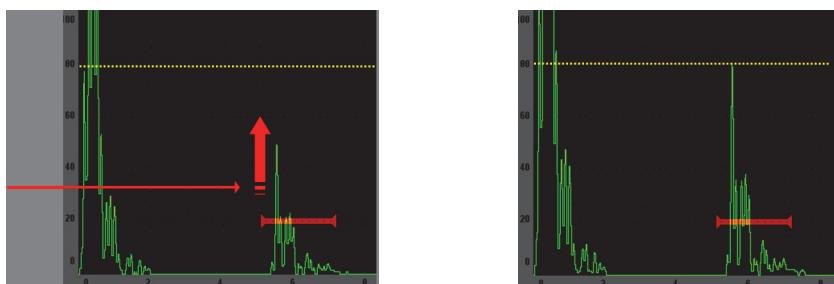

图 2-9 自动 XX% 功能
- 按下 [**2ND F], (**AUTO XX%**)** (第二功能，自动 XX%) 键会激活自动 XX% 功能，从而使仪器自动调整增益，将闸门内回波的波幅调整到 XX% 满屏高 (默认值为 80 %) (参见第 37 页的图 2-9)。